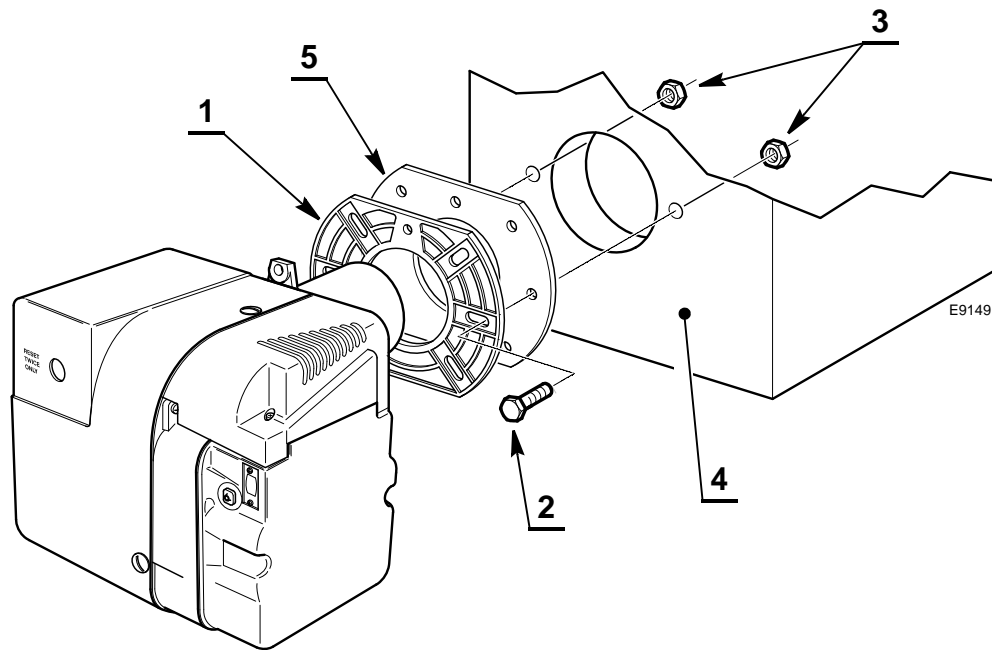

Fig. 9
- Fix the flange 1)(Fig. 9) to the boiler door 4) using screws 2).
- If necessary, the nuts 3)(Fig. 9) interposing the insulating gas-ket 5).